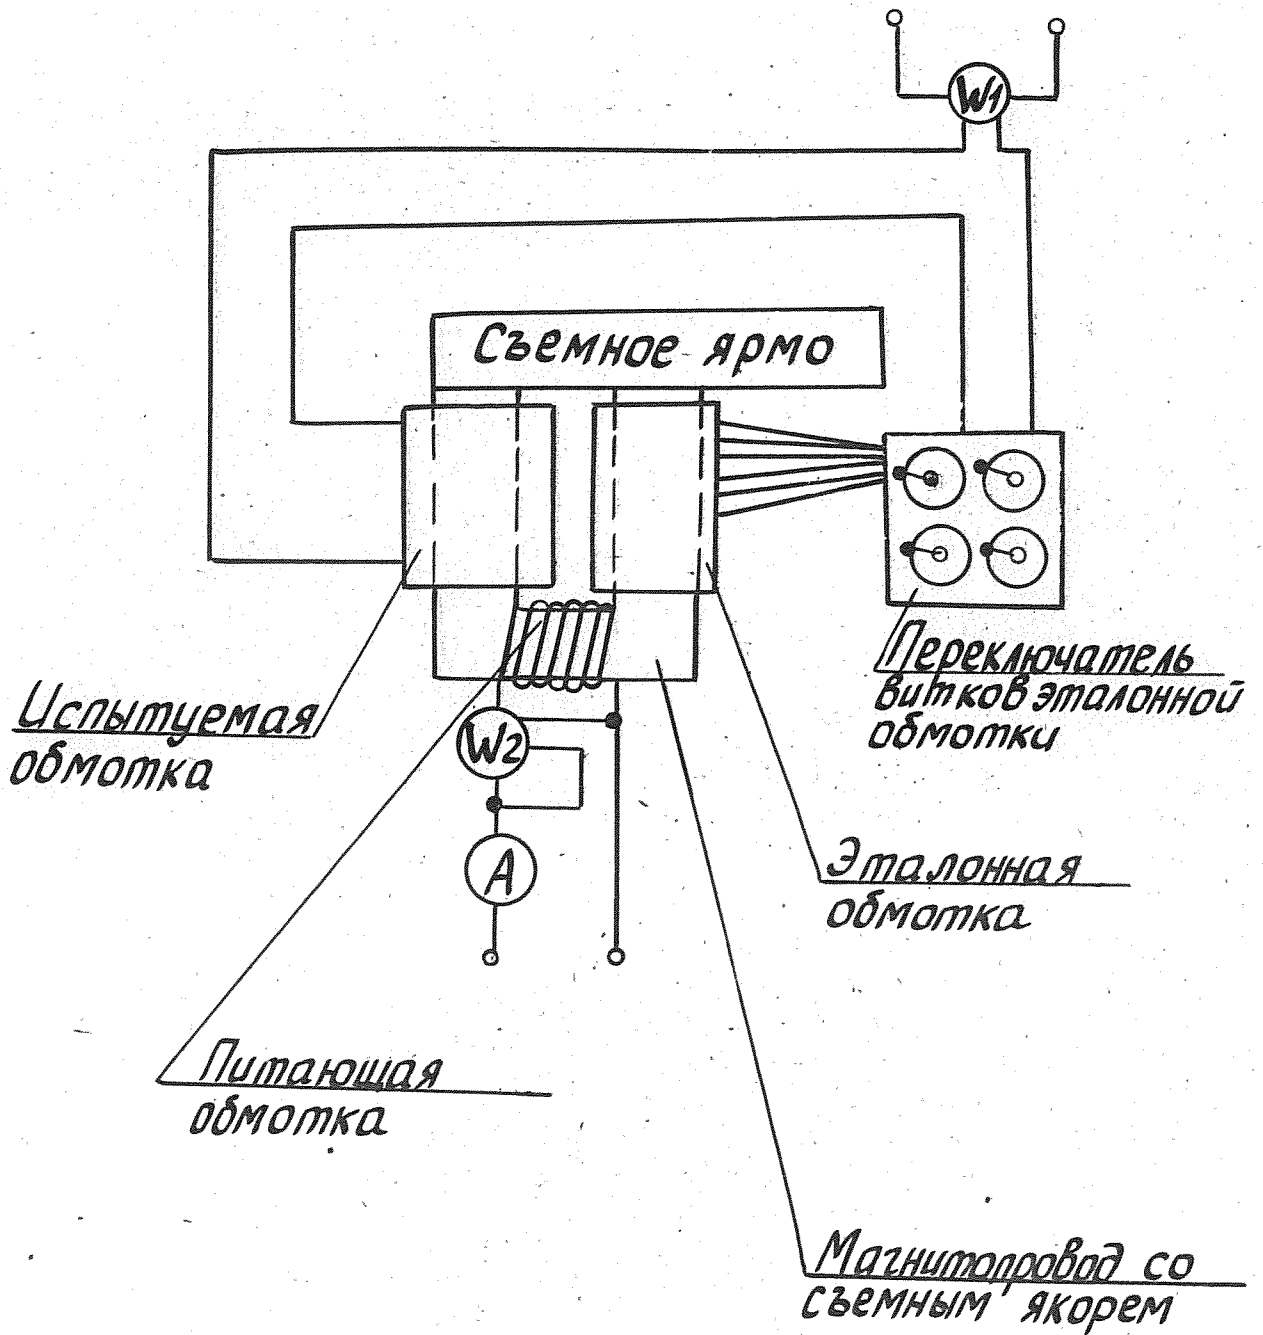

Рис. 5.11. Определение количества витков обмотки.
5.4.1.1. Определить качество витков методом сравнения ЭДС индуктированной в испытуемой обмотке с ЭДС индуктированной в эталонной обмотке с регулируемым числом витков. Испытуемую и эталонную обмотки поместить на стержни магнитопровода со съемным ярмом и соединить так, чтобы ваттметр  $W_1$  включенный в один из соединительных проводов показывал разность напряжений этих обмоток (встречное включение). Поток в магнитопроводе создается питающей обмоткой. Если число витков испытуемой обмотки равно числу витков эталонной обмотки ваттметр покажет нуль (рис.5.11). Количество витков в обмотке должно быть в пределах: